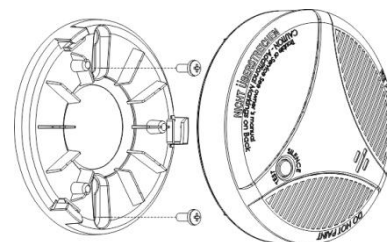

Bild 8:
6. Montieren Sie nun das Montageteil des Melders mittels der mitgelieferten Schrauben und Dübel an die Zimmerdecke. Siehe **Bild 8**.